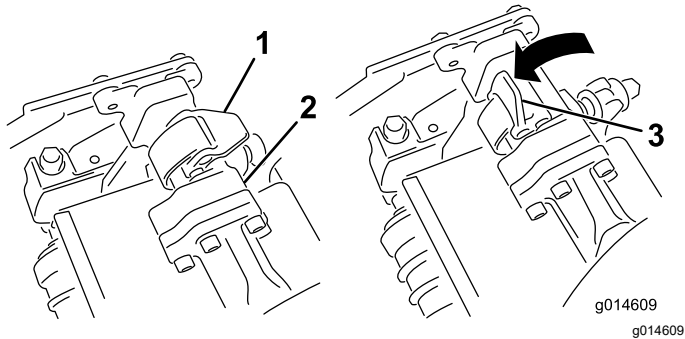
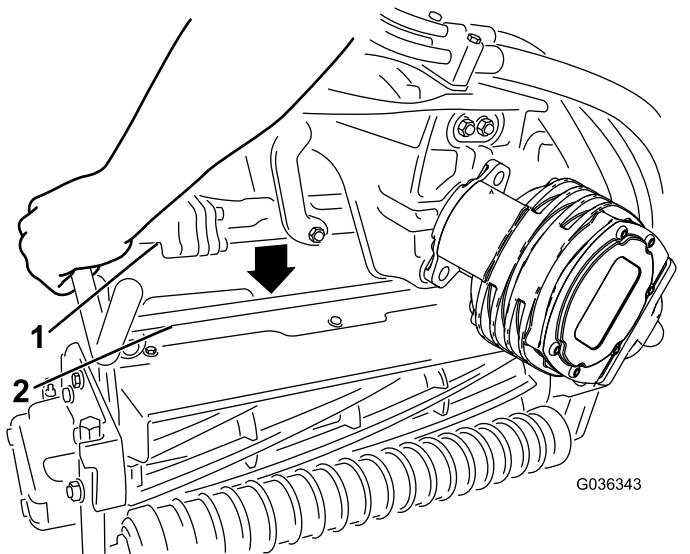

図 53
図 54
4. サスペンションアームのバーについているラッチを上向き開いた状態にして 図 53、サスペンションアームを押し下げて、バーを、カッティングユニットのバーの上に被せるようにする 図 54。
5. ラッチを下げて閉じるとカッティングユニットのバーがロックされてユニットがアームにセットされる 図 53。
5. 取り外したいカッティングユニットのサスペンションアームのバーについているラッチを開く(図 53)。